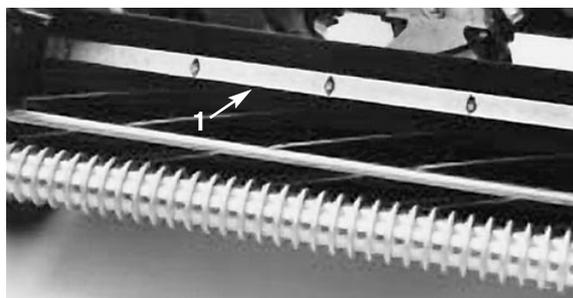

Fig. 11
1. Desserrer les vis qui fixent la barre supérieure (Fig. 11) à l'unité de coupe. Introduire une jauge d'épaisseur de 1,52 mm entre le haut du cylindre et la barre, et serrer les vis. S'assurer que l'écart entre la barre et le cylindre est le même sur toute la longueur du cylindre.